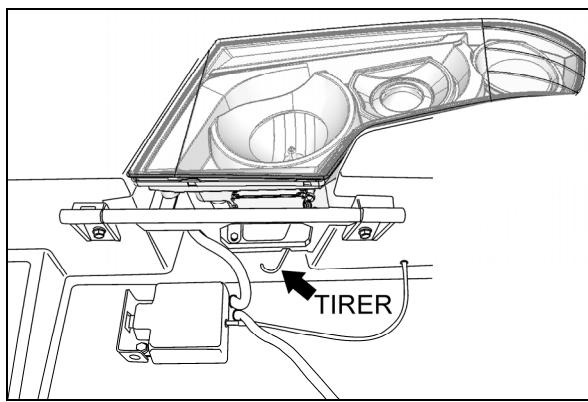

FIGURE 2 : TIRETTE
3. Abaisser la tirette montrée à la figure 2 afin de faire pivoter le boîtier des phares.